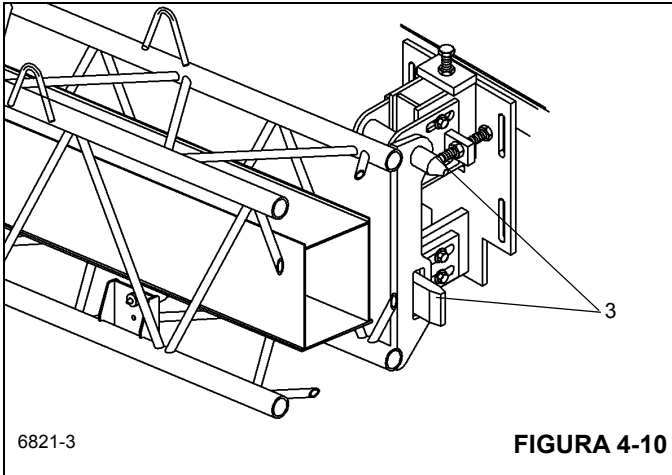

FIGURA 4-10
7. Eleve la pluma a la posición horizontal y extienda la pluma aproximadamente de 51 a 64 cm (20 a 25 pulg). Verifique que las orejetas de almacenamiento de la extensión de pluma pasen libremente de los pasadores guía (Figura 4-10) (3) y de la rampa (Figura 4-8) (4) en las escuadras de almacenamiento delantera y trasera.
8. Extienda la pluma aproximadamente 51 a 64 cm (20 a 25 pulg). Verifique que las orejetas de almacenamiento de la extensión de la pluma queden alineadas delante de los pasadores guía (3) (Figura 4-10) y de la rampa (4) (Figura 4-8) de las escuadras de almacenamiento cuando la extensión se coloca a un costado de la pluma.
14. Alinee las orejetas de almacenamiento de la extensión de la pluma con los pasadores guía y la rampa de las escuadras de almacenamiento (Figura 4-8) y (Figura 4-10) y retraiga la pluma completamente.